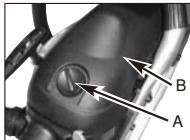

Bild. 18A
2. Entfernen Sie den Knopf (A), der die Abdeckung des Luftfilters festhält, entfernen Sie die obere Abdeckung (B), indem Sie die Festhalteschraubender Abdeckung lösen. Die Abdeckung lässt sich jetzt abnehmen. (Bild. 18A)